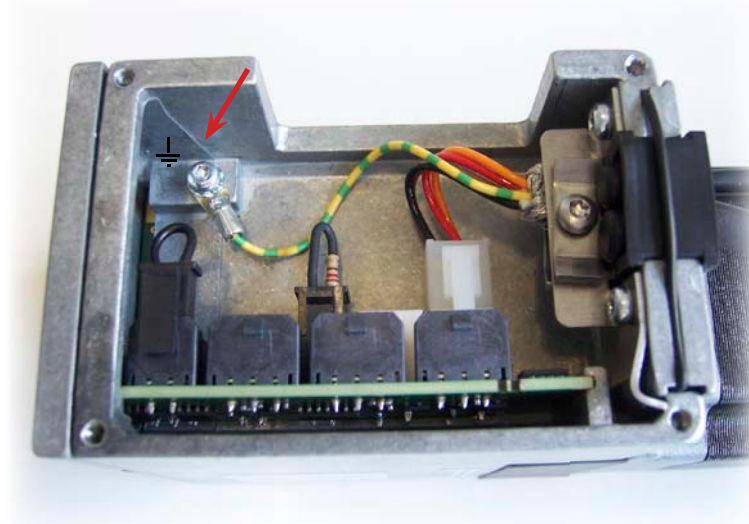

Bild 5.2: Erdungslasche im Kabelanschlussbereich des ECOMPACT®
Der Motorflansch muss auf einer planen Oberfläche sowohl thermisch als auch elektrisch gut leitend montiert werden. Lackierte Flächen sind zu vermeiden. Die Befestigung des Motors ist mittels 4 Schrauben M5 vorgesehen. Achten Sie aus Gründen der elektromagnetischen Verträglichkeit (EMV) auf eine ausreichende Erdung des ECOMPACT®. Diese wird bei der Standardversion des ECOMPACT durch das Auflegen des Schutzleiters (PE) der Versorgungsspannungszuführung auf die Erdungslasche im Kabelanschlussbereich (siehe Bild 5.2) sowie die elektrisch gut leitende Befestigung des Motorflansches sichergestellt. Bei der Version mit M8/M12-Steckverbindern wird der Schutzleiter auf den „Power“-Steckverbinder geführt.
12. Klemmen Sie den Schutzleiter (PE) des Stromversorgungskabels gemäß Kap. 5.1.3, Bild 5.2, auf der Gehäuseinnenseite im Steckeranschlussbereich an.